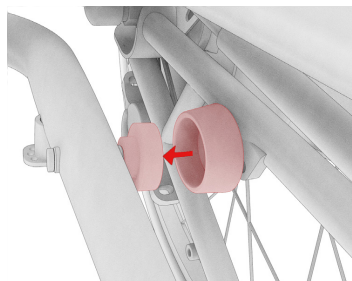

Fig. 1.6
- 7 Abra el cierre magnético con un suave tirón en el extremo del manillar derecho y en posición horizontal hacia el marco principal (Fig. 1.6). Las dos mitades del cierre magnético forman parte de la pata derecha de la horquilla y la vaina izquierda.